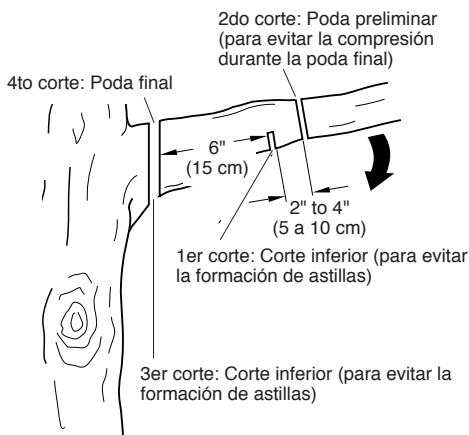

Figura 13 - Poda de una rama
1. Haga el primer corte a quince centímetros del tronco del árbol, del lado inferior de la rama. Utilice el lado superior de la barra de guía para realizar este corte. Atraviese la rama hasta llegar a 1/3 de su diámetro. (vea la Figura 13).